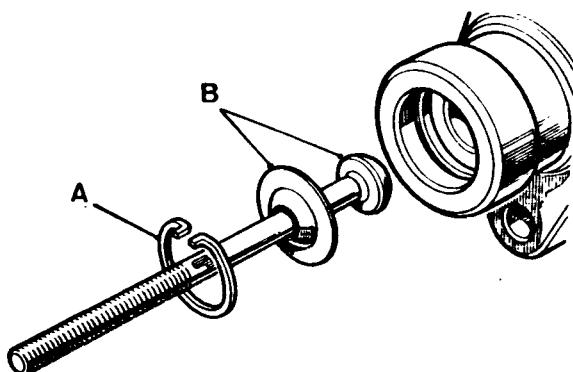
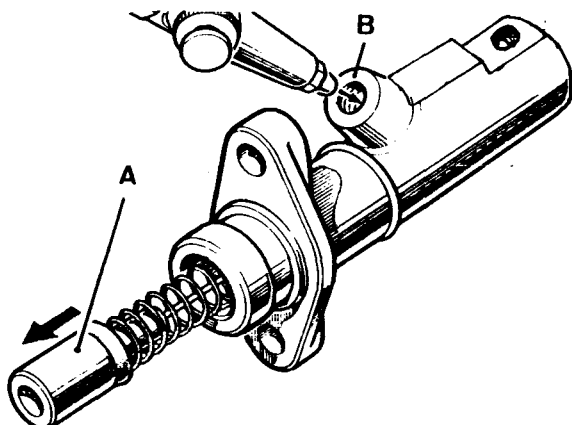

Fig. B-8 Desmontaje de la varilla de empuje
Fig. B-9 Desmontaje del émbolo del cilindro principal
- 1.1. Una vez separado el cilindro principal de su soporte, se extraerá el arillo fiador (Fig. B-8), la varilla de empuje y la arandela. Retirar el conjunto del émbolo (Fig. B-9), inyectando, si fuese necesario, aire a baja presión por el agujero, para acoplamiento de la tubería de salida del líquido, con el fin de expulsar el émbolo.